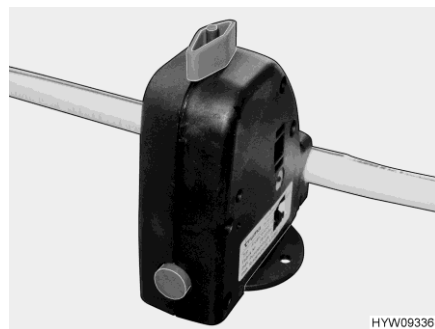

Fig. 102 Valvola di sicurezza/di scarico
- Aprire la valvola di sicurezza/di scarico (Fig. 102). A tal fine ruotare la manopola (Fig. 102) nel senso della lunghezza verso la valvola di sicurezza/di scarico. Per l'ubicazione vedi paragrafo 10.2.2.